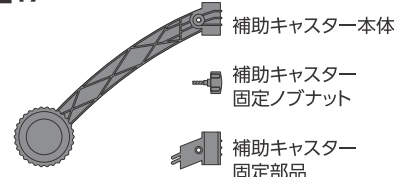

図18
- ②補助キャスター本体のポール取付け部にポールをセットし、反対側から補助キャスター固定部品で挟み込んでください。補助キャスター固定部品を取り付ける際は、補助キャスター本体の穴に補助キャスター固定部品のツメを差し込んでください。(図18)